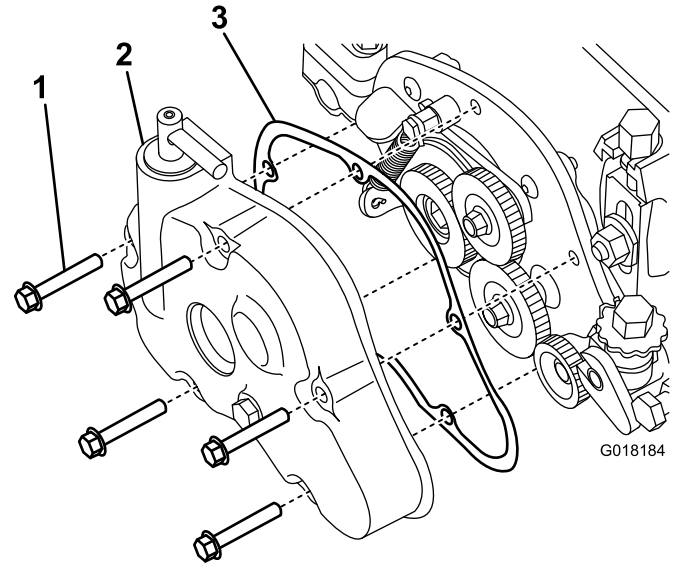

图15
- 向齿轮箱盖加入大约 0.15L Mobil XHP-221 或相同等级的润滑脂然后用 5 个螺栓将其安装至疏草刀壳体组件上箱盖与壳体组件之间加放垫片图15。